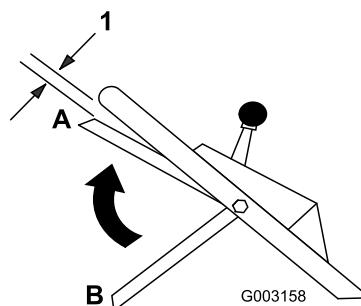

Figura 22
10. Levante la barra de control hasta que esté a 2.5 cm (1 pulgada) aproximadamente por debajo del manillar; consulte la posición A en Figura 22.